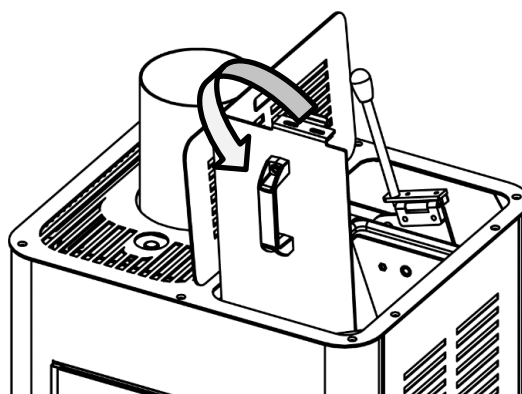

Fig. 16
- Open the tank lid (fig. 16).